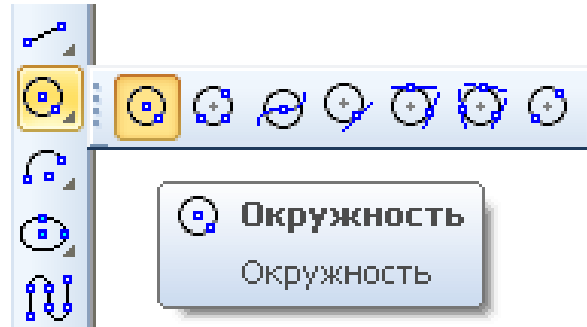
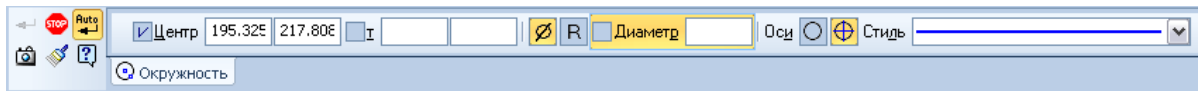

Рис. 2.3.16
Рис. 2.3.17
7. Включіть кнопку **Ввод окружности**  (рис. 2.3.16) і побудуйте лівий верхній отвір діаметром 20 мм (або радіусом 10 мм) **із центром і осьовими лініями** (рис. 2.3.17, 2.3.18). Для того, щоб зафіксувати чи розфіксувати значення параметра потрібно натиснути кнопку, розташовану поруч з полем цього параметра чи натиснути клавішу **Enter**.